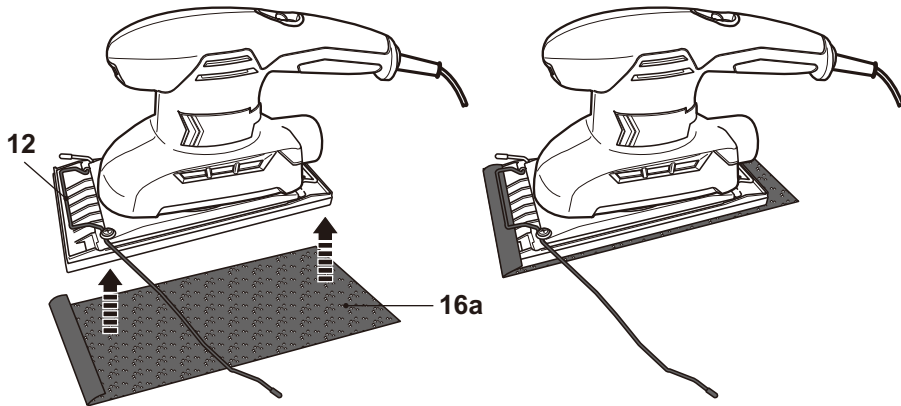

Fig. 12
- > Alinee uno de los extremos del papel de lijado (16a) a una de las barras de sujeción (12) y manténgalo en esa posición (Fig. 12).